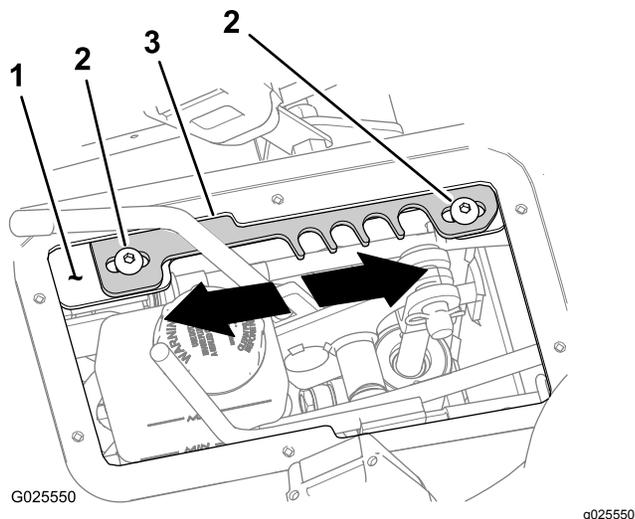

图62
4. 将速度范围控制杆移至 T 运输位置 图62。
5. 卸下将止动板固定到控制杆支架上的 2 个内六角螺丝 5/16 x ¼ 英寸 图62。
- 将止动板向前移动可增加最大地面行驶速度限值 图62。
- 将止动板向后移动可降低最大地面行驶速度限值 图62。